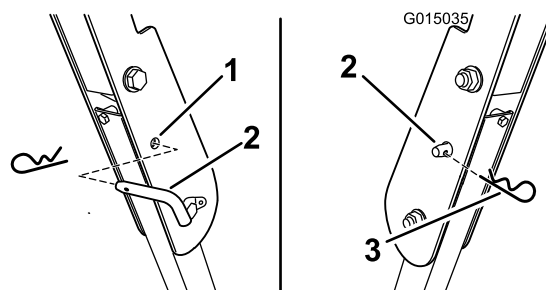

Figura 11
3. Instale los pasadores de bloqueo. Sujete los pasadores con las chavetas (Figura 11).
4. Para bajar la barra anti-vuelco, retire la chaveta y el pasador de bloqueo (Figura 11).